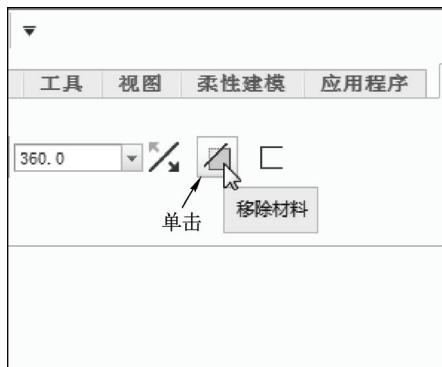

图 6-18 单击“移除材料”按钮
STEP 09 单击“旋转”选项卡中的“移除材料”按钮，如图 6-18 所示。